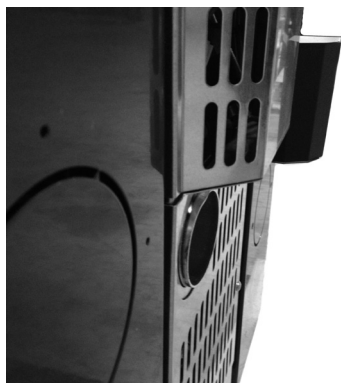

Fig. 12 - Faza 1
- Original položaj cev vse vrnjeno (glej **Fig. 12**).